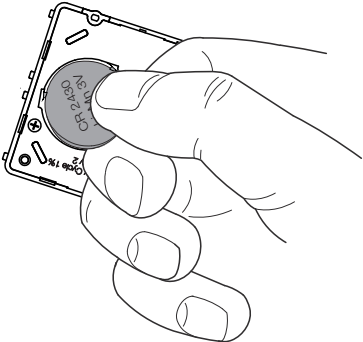

Figura 3: Inserimento delle batterie
- Incollare o avvitare la piastra di supporto (1) su una superficie piana oppure su una scatola da incasso. La siglatura Top/Oben deve essere in alto.
- Inserire le batterie nei trasmettitori da muro funzionanti a batteria (vedere figura 3)
- Montare il trasmettitore da muro (3 o 4) con la cornice (2) sulla piastra di supporto (1) e generare la protezione contro lo smontaggio con la vite (5).